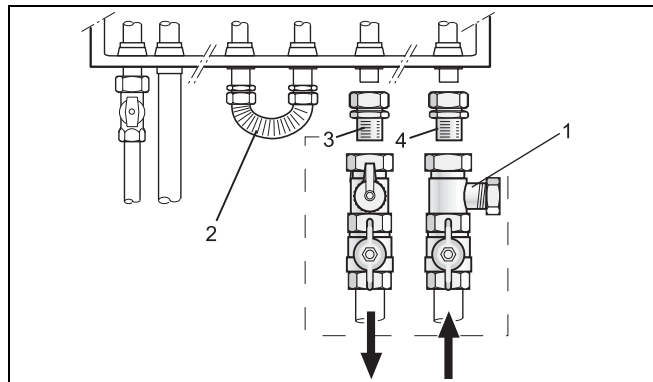

Fig. 7 Set di collegamento al circuito di riscaldamento (accessorio HKA)
- Montare i raccordi a vite (fig. 7, pos. 3 e 4).
- Montare il vaso di espansione seguendo le istruzioni di montaggio separate, o montarlo nel ritorno della caldaia mediante il set di collegamento al circuito di riscaldamento (fig. 7, pos. 1).
- Installare il collegamento by-pass valvola a tre vie (fig. 7, pos. 2; accessorio) tra la mandata dell'accumulatore-produttore di acqua calda (VS) e il ritorno dell'accumulatore-produttore di acqua calda (RS).